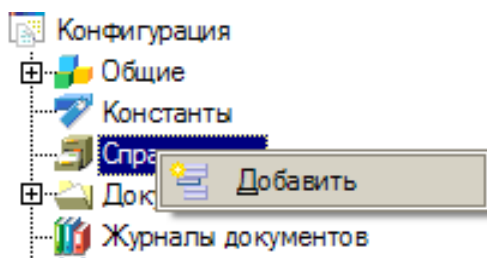

Рис. 4.3. Пункт меню «Добавить»
4. Установите курсор на интересующий вас вид объектов конфигурации и нажмите правую клавишу мыши. В появившемся меню выберите пункт «Добавить» (рис. 4.3).